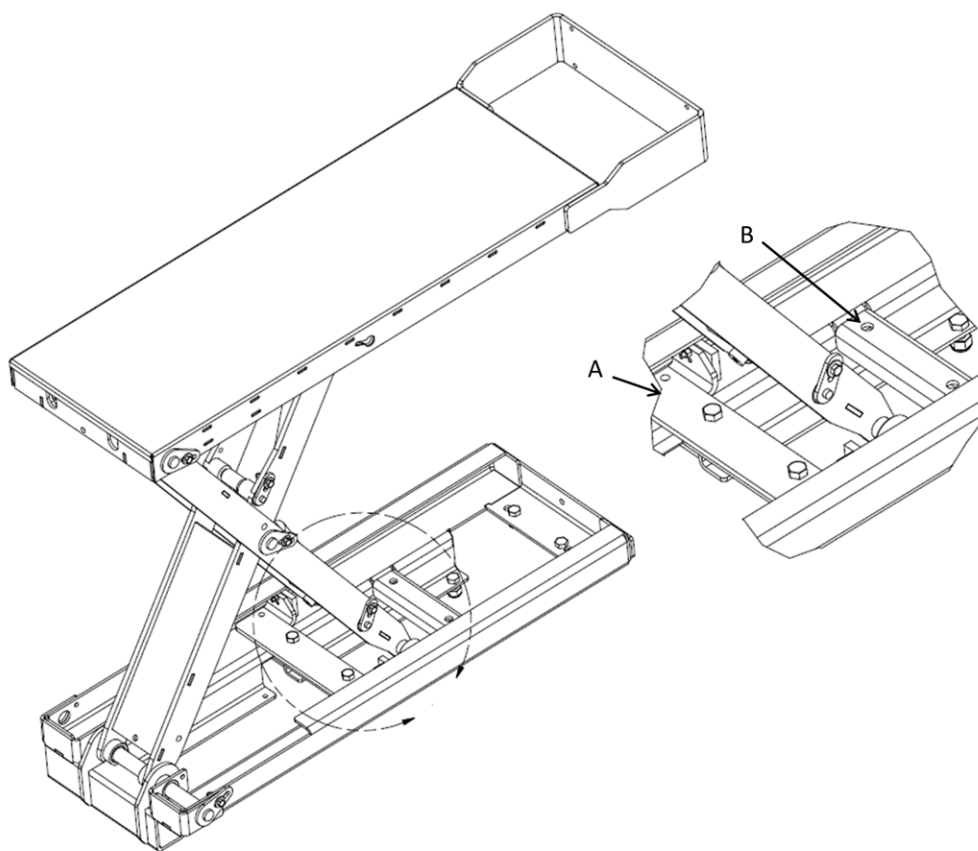

Figure 10 – Ajustement de la hauteur des plateformes à ciseaux
1. Retirez la butée de chacune des plateformes (butée installée à la position A dans la Figure 10) en enlevant les boulons qui la maintiennent en place.